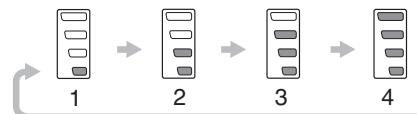

Fig. 16
(1) Sélecteur de mode Haut/Bas (Fig. 16)